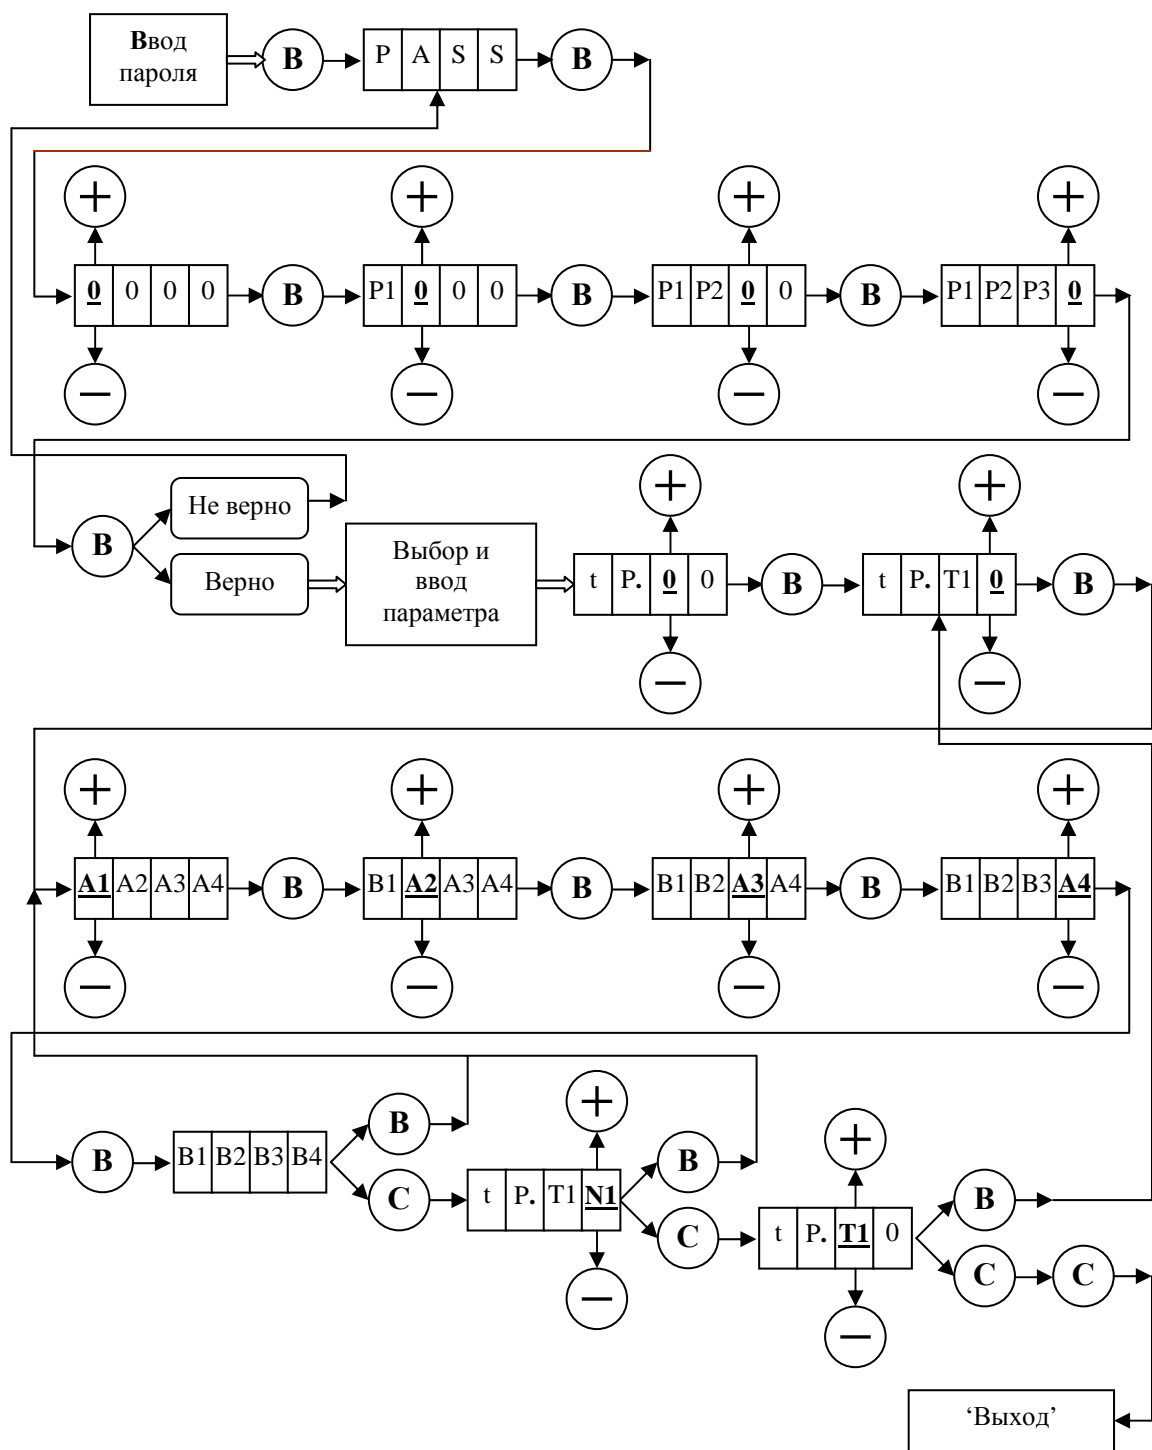

Рис. 3. Ввод параметров БУАД и УСНА с помощью клавиатуры.
3.5.5.11. **Un_P** – пункт меню 1 уровня – редактирование параметров *Устройства*. Этот пункт меню подробно рассмотрен при описании режима '*Редактирование параметров УСНА*'. Диаграмма ввода параметров *Устройства* аналогична диаграмме ввода параметров БУАД и изображена на **рис.3**.
3.5.7.3. На **рис. 3** изображена диаграмма ввода параметров с помощью клавиатуры, где кружки с соответствующими надписями обозначают кнопки клавиатуры, причем буква **В** обозначает **ВВОД**, а буква **С** – **СБРОС**.